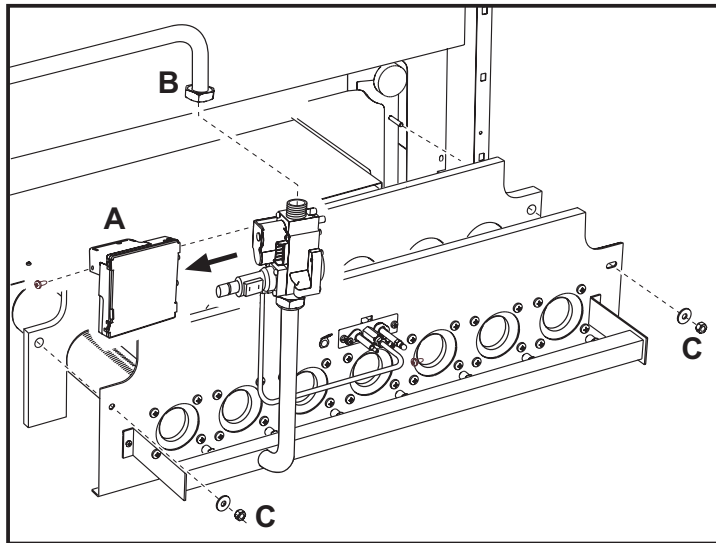
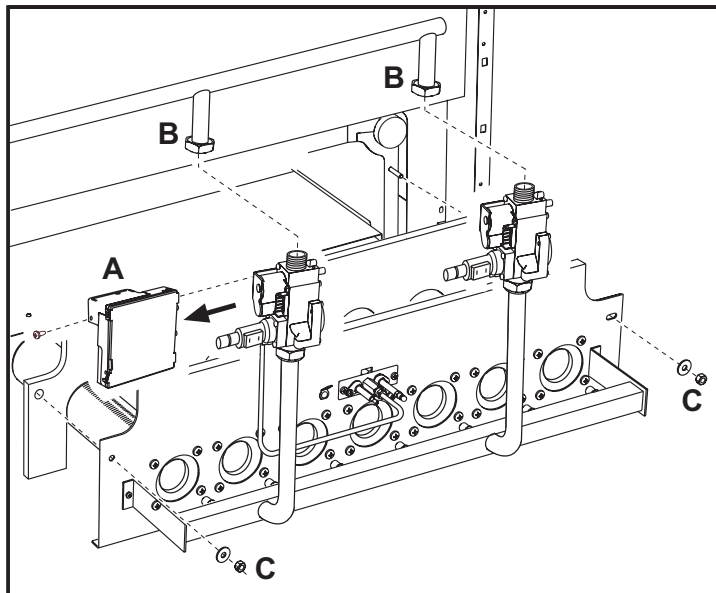

рис. 7 - Модели GASTER AW - N 67 AW, N 77 AW и N 87 AW
рис. 8 - Модели GASTER AW - N 97 AW и N 107 AW
- Демонтируйте электронный контроллер пламенем "А" с газового клапана (рис. 7).
- В моделях **N 97 AW** и **N 107 AW** с 2 газовыми клапанами необходимо также развинтить 2 винта, крепящих 2 электрических разъёма, которые питают второй клапан, и снять последний (рис. 8).
- Отвинтите гайку "В" крепления трубы подвода газа на входе в газовый клапан (рис. 7). В моделях **N 97 AW** и **N 107 AW** развинтите две гайки (рис. 8).